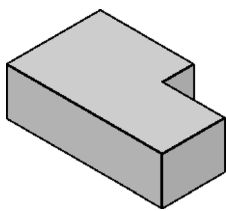

图 10-8 原始实体模型
- 1) 打开本书配套光盘中的“倒角边.dwg”文件, 文件中已有的实体如图 10-8 所示。